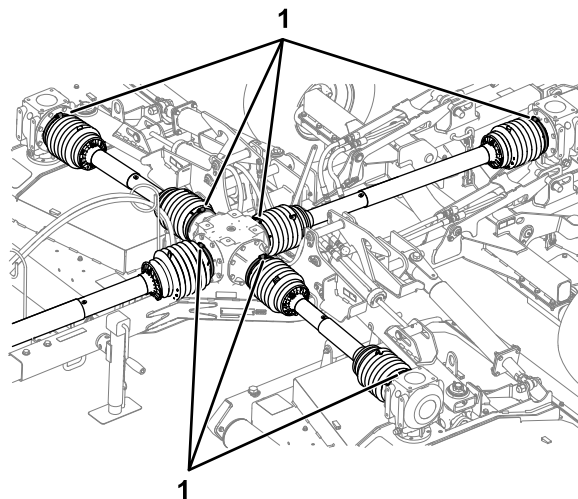

Figura 16
7. Compruebe que las 7 abrazaderas sujetan con firmeza los protectores del árbol de transmisión a las cajas de engranajes de la carcasa y central (Figura 16).